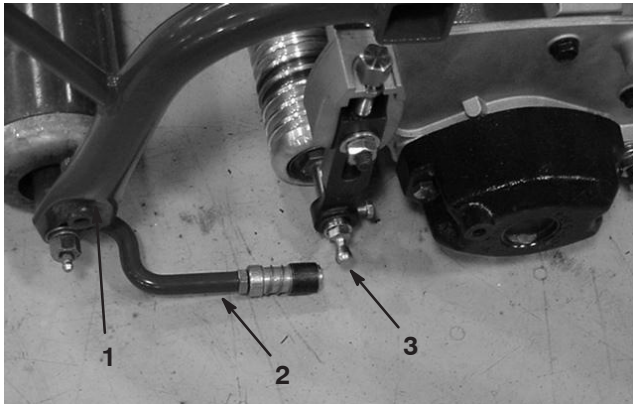

Figure 10
2. Placez une rondelle et une rotule à chaque extrémité du rouleau avant sur les plateaux de coupe (Fig. 10).
4. Repoussez la gaine sur la rotule et tournez le bras de traction vers le bas pour que la boîte s'adapte sur la sphère. Relâchez la gaine pour qu'elle vienne recouvrir le goujon, ce qui solidarise les ensembles (Fig. 10).